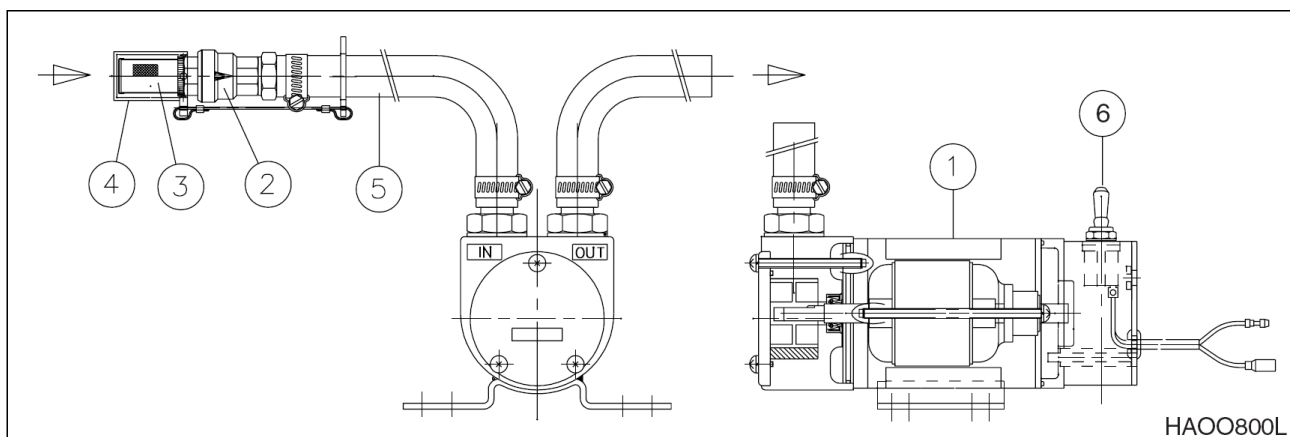

Рис. 92
1. Снять колпачок (4, рис. 92) фильтра грубой очистки (3) на конце впускного шланга (5).
ПРИМЕЧАНИЕ: Поместить колпачок фильтра (4, рис. 92) в безопасное место, чтобы после окончания заправки закрыть фильтр (3).
2. Вставить впускной шланг (5, рис. 92) в емкость с топливом для дозаправки.
3. Установить переключатель (6, рис. 92) топливного насоса во включенное положение (ON).
4. Сразу по окончании перекачки топлива установить переключатель (6, рис. 92) в отключенное положение (OFF), чтобы остановить насос.
5. Поднять впускной шланг (5, рис. 92) из топливной емкости и перевести переключатель (6) на 2 – 3 секунды во включенное положение (ON), чтобы слить оставшееся в шланге топливо в топливный бак.
6. Установить колпачок (4, рис. 92) впускного фильтра грубой очистки (3) и вернуть впускной шланг (5) в положение для хранения.